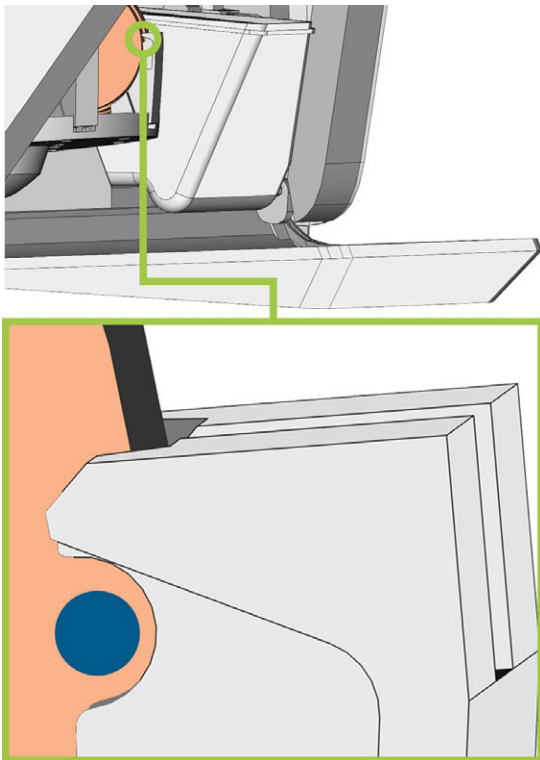

Abb. 55 Die Markierung zum Wiedereinspannen (blauer Kreis) liegt in der Öffnung im Klemmhebel
10. Ronden: Wenn die Ronde für das Wiedereinspannen markiert wurde, drehen Sie die Ronde leicht, bis die Markierung in der entsprechenden Öffnung im Klemmhebel liegt (Abb. 55 auf der nächsten Seite).